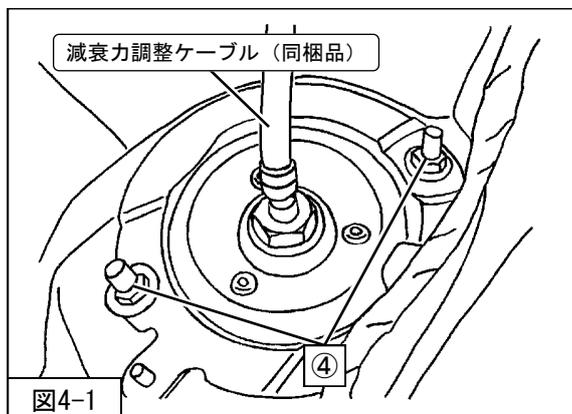

図4-1
を車両に取付けてください。(図4-1)
- P11「減衰力調整方法」を参考に、減衰力調整ケーブル (同梱品) をリアサスペンションASSYに取付けてください。(図4-1)